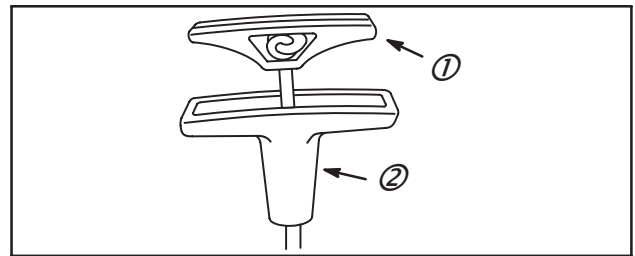

Fig. 61
8. Tirer le nœud dans l'insert et pousser l'insert (1) dans la poignée (2), Fig. 61.
17. Après avoir installé le lanceur de type optionnel sur le moteur, mettre la corde en place sur le manchon et poser l'insert et la poignée, Fig. 61.